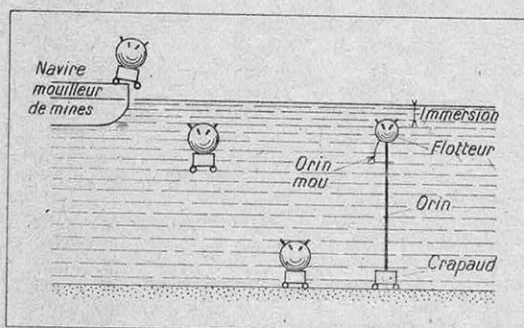
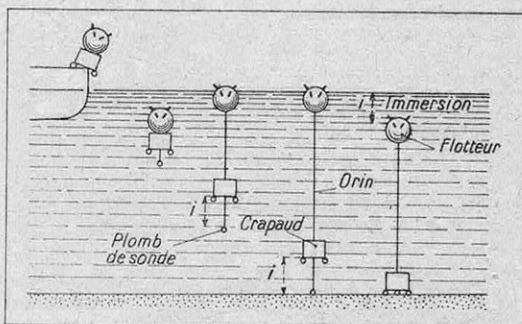

FIG. 3. — MOUILLAGE D'UNE MINE ET RÉGLAGE HYDROSTATIQUE DE SON IMMERSION
FIG. 4. — MOUILLAGE D'UNE MINE ET RÉGLAGE DE SON IMMERSION PAR LA MÉTHODE DU PLOMB DE SONDÉ
Comme il doit y avoir contact brutal avec un bateau, il est nécessaire que la mine proprement dite, qui renferme, dans une enveloppe de forme généralement sphérique, la charge et le mécanisme de mise de feu, flotte. Mais comme elle ne doit pas être visible à la surface de la mer et qu'elle ne doit pas dériver, elle est « mouillée », c'est-à-dire retenue à un « crapaud » par un orin (2), de façon qu'elle se maintienne entre deux eaux à la profondeur convenable. Le crapaud qui sert à ancrer la mine a souvent la forme d'une caisse, qui s'enfonce dans le fond généralement vaseux (embouchure de fleuves, proximité de rades, de ports, etc.). Souvent ce crapaud a des bras qui se rabattent une fois la mine larguée, ce qui améliore l'ancrage. Son poids est d'environ 400 à 500 kg ; il est lancé à la mer avec la mine proprement dite et ne s'en détache qu'après, l'orin se déroulant de la longueur nécessaire pour maintenir automatiquement la mine à l'immersion voulue, soit par réglage hydrostatique (fig. 3), soit par le procédé du plomb de sonde (fig. 4). Ces mines sont appelées « mines automatiques » par abréviation de « mines à immersion automatique ». Le procédé plus rudimentaire, qui consiste à se passer des réglages précédents et à mouiller les mines avec